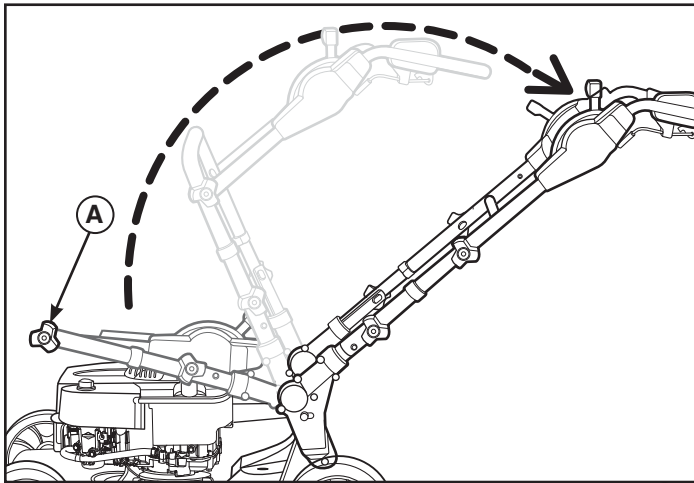

Figura 2
1. Allentare i pomelli dell'impugnatura inferiore (**A**, Figura 2) alle staffe di sinistra e destra dell'impugnatura.